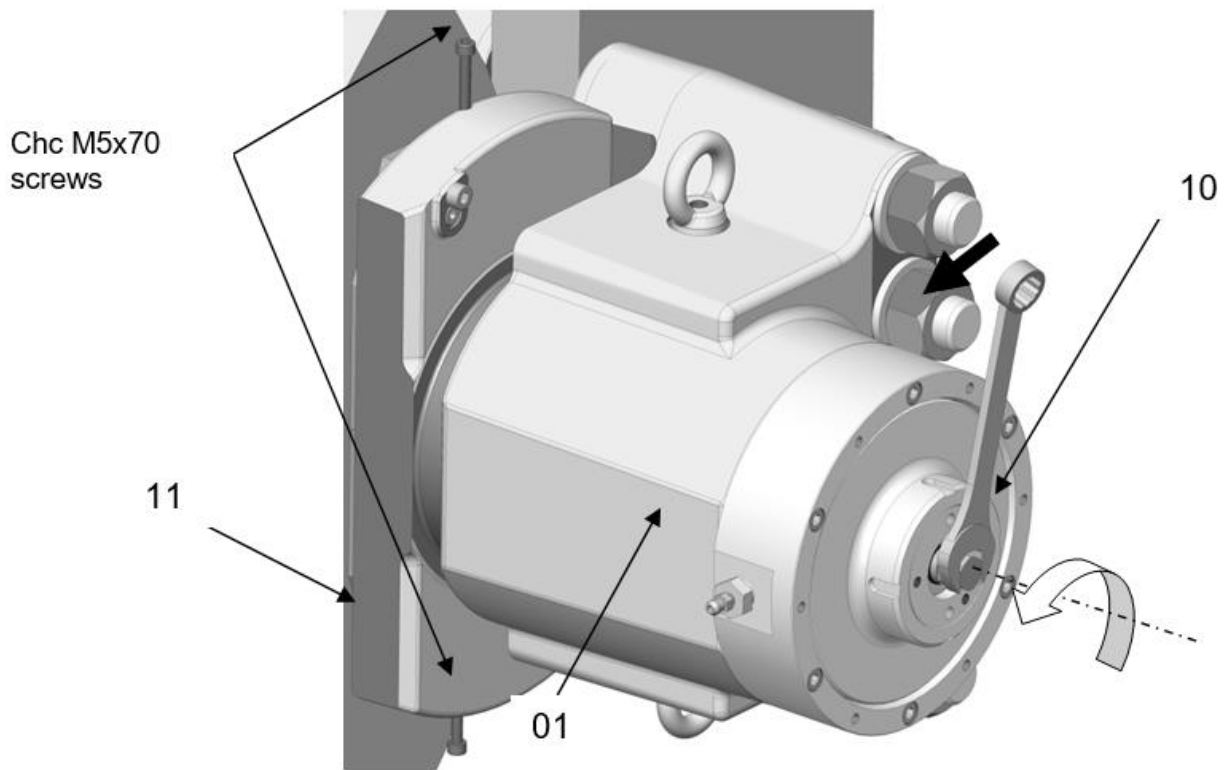

Bild 5.4
3. Mit dem Schlüssel die Achse **10** gegen den Uhrzeigersinn drehen um die Bremsbacke maximal zu arretieren Bild 5.4. Das Spiel zwischen dem Bremsschuh und der Scheibe muss größer sein als: 9mm + verbleibende Dicke des Bremsbelags.